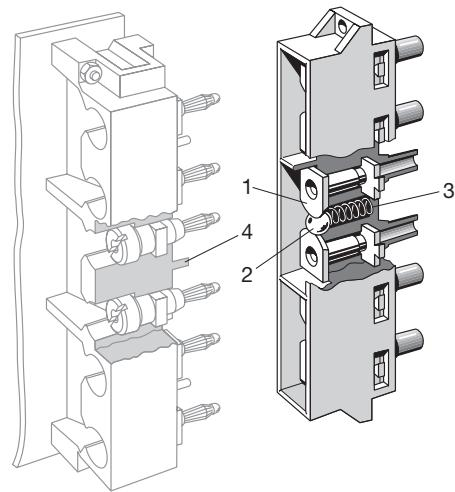

Bild 7. 6-poliger Steckverbinder.
Der 6-polige Steckverbinder (Bild 7) wird für Starkstromeingänge benutzt. Im herausgezogenen Zustand verbindet die Kugel (2) durch den Druck der Feder (3) die beiden Steckerbuchsen (1) der Buchsenleiste. Dagegen drückt im zusammengesteckten Zustand der Zapfen (4) die Kugel (2) weg und trennt beide Buchsen (1). Der Mechanismus des Steckverbinders ist so ausgeführt, dass beim Herausziehen der Stifteleiste aus der Buchsenleiste zuerst die Buchsen kurzgeschlossen und anschliessend Büschelstecker und Buchsen getrennt werden. Entsprechend gelangen beim Zusammenstecken zunächst die Büschelstecker in die Buchsen und stellen Kontakt her, bevor der Kurzschluss aufgehoben wird. Dadurch ist gewährleistet, dass der Stromkreis in keinem Zeitpunkt geöffnet wird. Der maximale Kurzschluss-Strom beträgt: 12 A dauernd, 65 A während 10 s, 200 A während 1 s. Bei eingeschobenem Steck-Einschub, d.h. im Normalbetrieb, entsprechen die maximalen Stromwerte den einzelnen Umformerdaten.